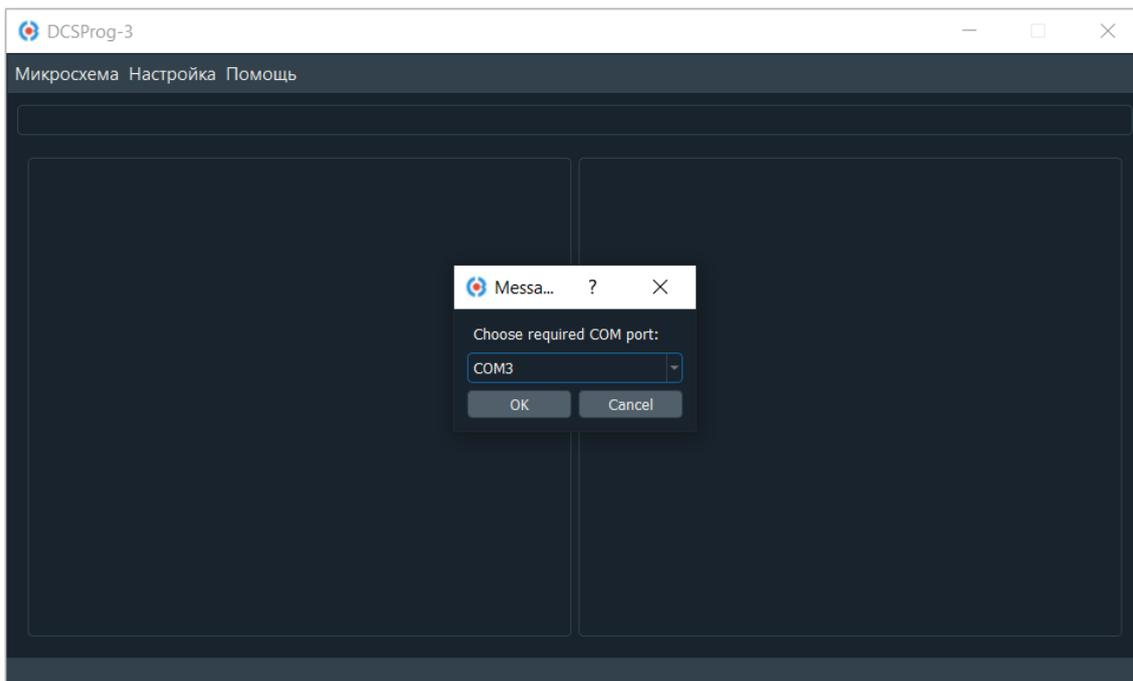

Рисунок 6. Диалоговое окно выбора COM-порта
5. Если у вас подключено больше одного COM-порта к компьютеру, то вы увидите диалоговое окно с выбором COM-порта (Рисунок 6).